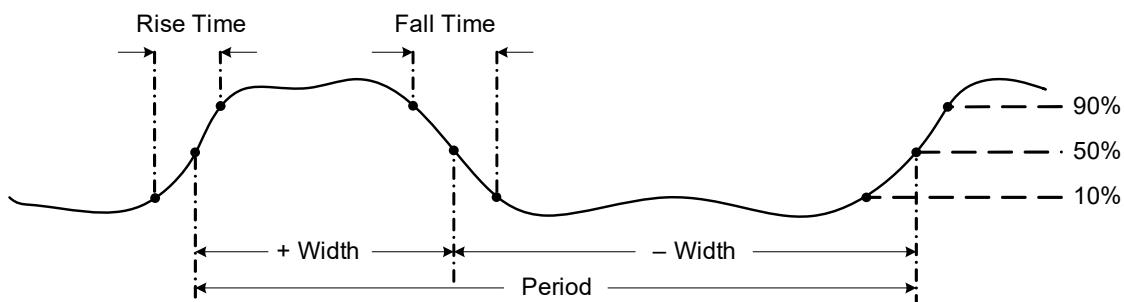

Figure 2-37 Mesures de fréquence, de largeur d'impulsion et de rapport cyclique
- La fréquence désigne le nombre de cycles qu'un signal effectue à chaque seconde. La fréquence se définit comme l'inverse de la période ($1/\text{période}$). La période se définit comme le temps entre les croisements du seuil moyen de deux fronts consécutifs de même polarité, comme illustré à la Figure 2-37.
La fonction de largeur d'impulsion mesure la durée pendant laquelle le signal est faible ou élevé, comme illustré à la Figure 2-37. Il s'agit du temps écoulé entre le seuil moyen du front montant et le seuil moyen du front descendant suivant. La forme d'onde mesurée doit être périodique ; sa courbe doit se répéter à intervalles de durée égale.
Le rapport cyclique (ou facteur d'utilisation) d'un train d'impulsions répétitives est le rapport entre la largeur d'impulsion positive ou négative et la période, exprimé sous la forme d'un pourcentage, comme le montre la Figure 2-37.